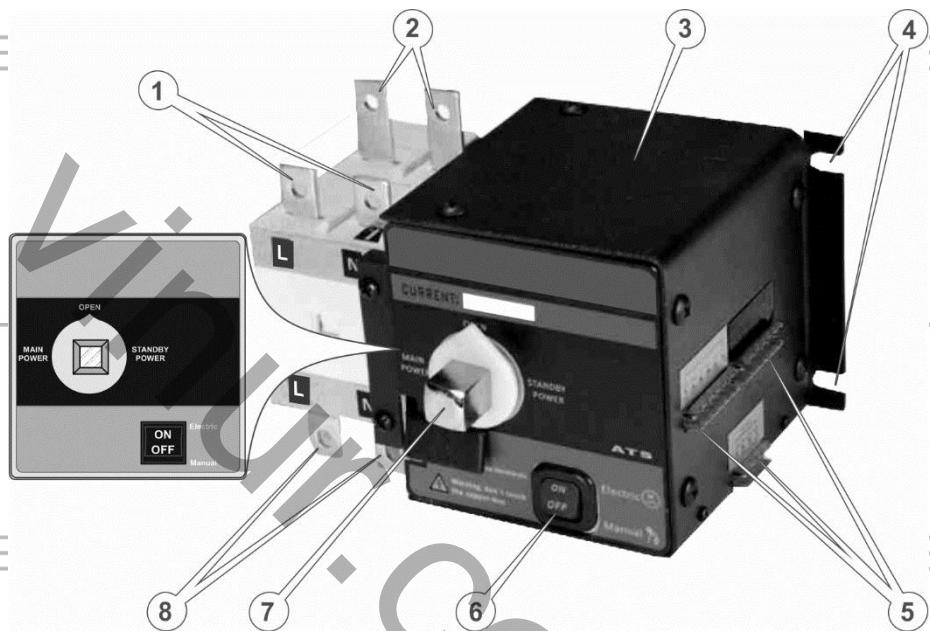
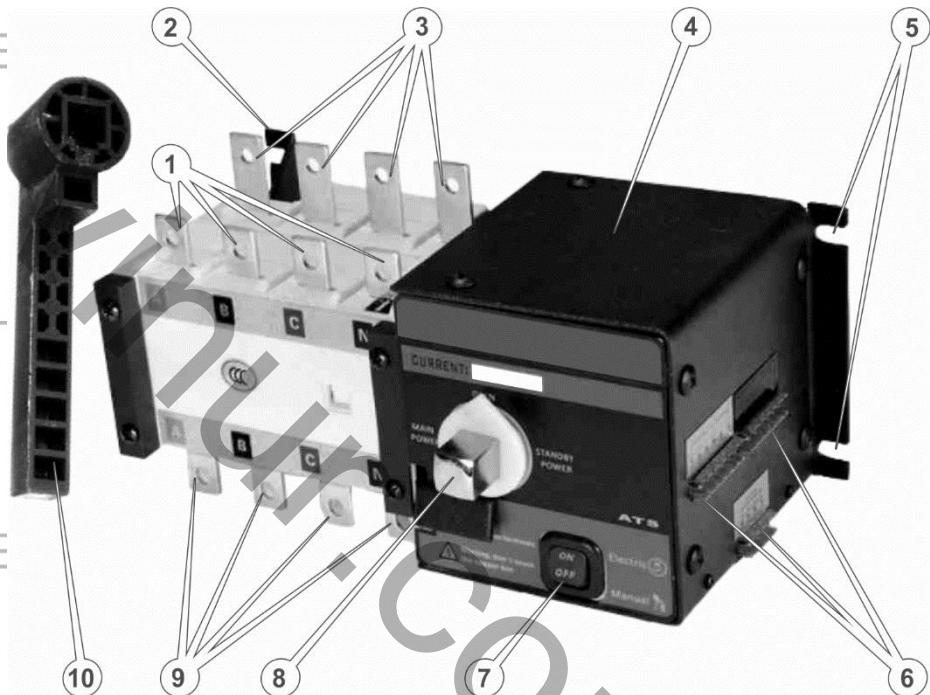

Рисунок 16.
Рисунок 17.
4. Під'єднайте силові кабелі, як зображене для однофазної мережі (див. рис. 16) або трифазної мережі (див.рис. 17) або на панелі під'єднання під клемне з'єднання (див.рис. 14, 15).
5. Переход на автоматичний режим виконується при переведенні вимикача у положення «ON», як зображене для однофазної мережі (7) (див. рис. 16) або трифазної мережі (8) (див.рис. 17) або переход на ручний режим, коли вимикач сервоприводу знаходиться у положенні «OFF».
При температурі повітря $t \leq 15^{\circ}\text{C}$ для створення умов запуску генератора струму, застосовуйте систему підігріву мастила, шляхом увімкнення вимикача (4) (див. рис. 16,17)
(однофазна електромережа) (рис.16)**
(трифазна електромережа) (Рис.17)**